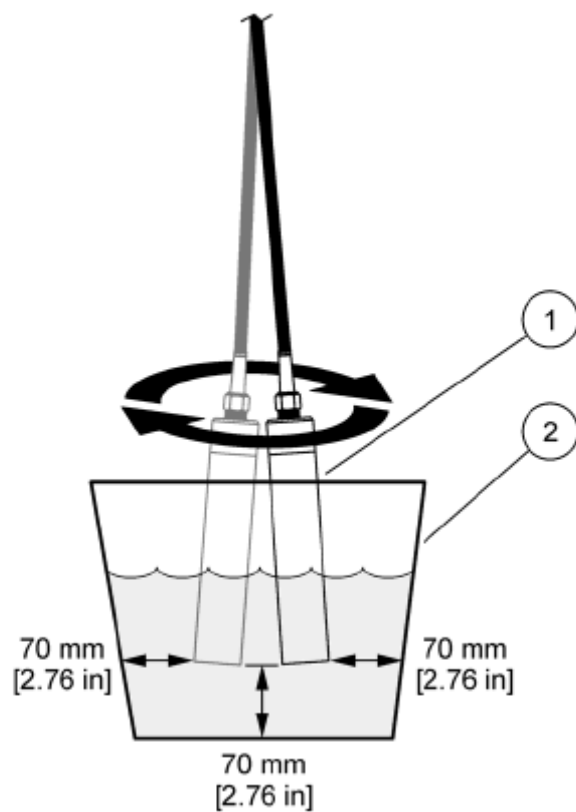

图 9 在容器中的探头顶部的最小距离
- 10、选择 POINT...(点 1,2 或 3)，使用 ENTER/On 进行确认。操作时，要使用探头搅拌测量介质。探头顶部与容器壁和容器底部之间的距离通常不能超过 70mm（图 9）。大概需要 10-20 秒的时间记录校准点；然后，校准的选择菜单将会出现。记录时，显示屏上会显示“Memory”。